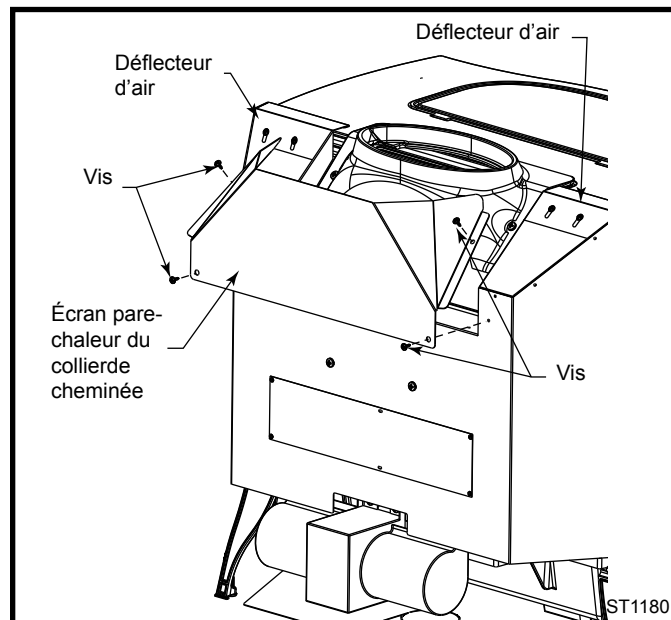

Fig. 23 Installation de l'écran pare-chaleur du collier de cheminée.
ATTENTION : Le pare-chaleur du collier de cheminée doit être fixé au poêle Defiant. Utiliser quatre (4) vis pour métal en feuille #10 pour visser l'écran pare-chaleur du collier de cheminée à l'arrière du poêle. (Fig. 23)